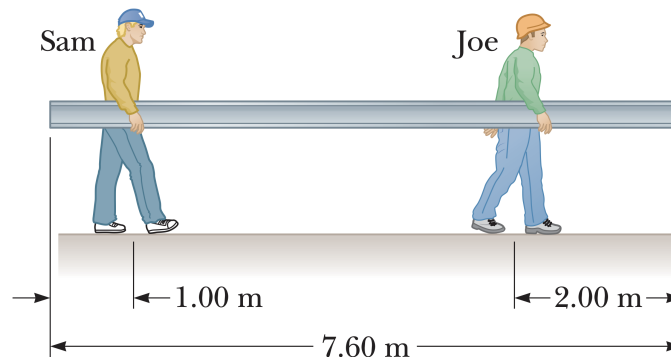

Figura 17: Figura de referencia.
16. Una barra uniforme de longitud 7,6 m y peso  $4,5 \times 10^2$  N es transportada por dos trabajadores, Sam y Joe, como se muestra en la figura 17. Determine la fuerza que cada persona ejerce sobre la barra.